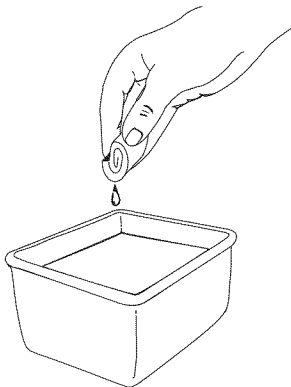

Fig. 22
3. Lave el filtro con agua y detergente (Fig. 22). Enjuague bien el filtro y déjelo secar.